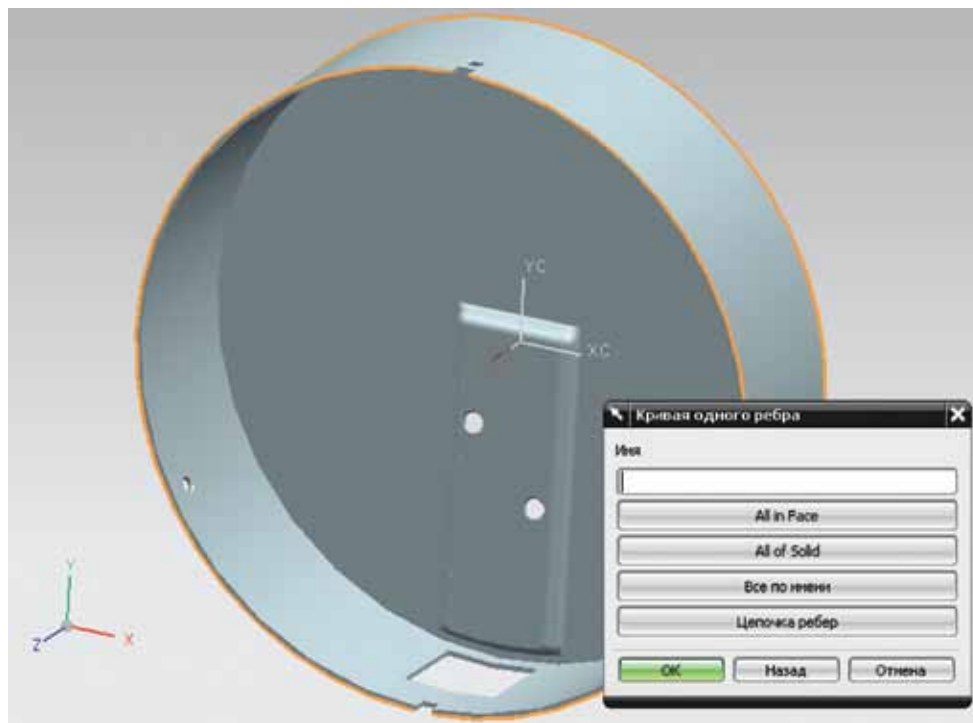

Рисунок 4.11
- Вернемся к сборке манометра. Чтобы не отображать корпус целиком, определим ссылочный набор в виде окружности и двух дуг, которые образуют очерковые линии корпуса. Для этого сделайте компонент `body` отображаемой деталью и выделите нужную геометрию командой **Вставить > Кривые из тел > Выделение** (рис. 4.11). Затем перейдите в меню **Формат**, где выберите команду **Ссылочные наборы**. Затем нажмите кнопку «Создать новый» и в качестве объектов выделите окружность и две дуги. Задайте имя набора `LINES`, после чего закройте окно и сохраните файл. Затем вернитесь в сборку.